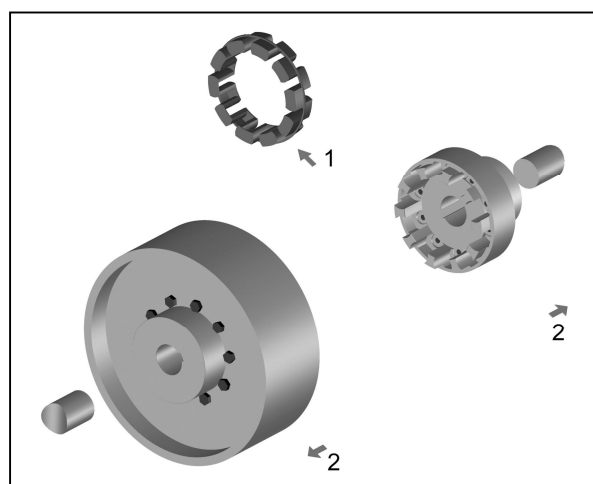

Bild 3
- Nehmen Sie den elastischen Zwischenring heraus (Bild 3, Pos. 1).
- Ziehen Sie die vormontierten Kupplungshälften in der vorgesehenen Position auf die Wellenenden auf (Bild 3, Pos.2).